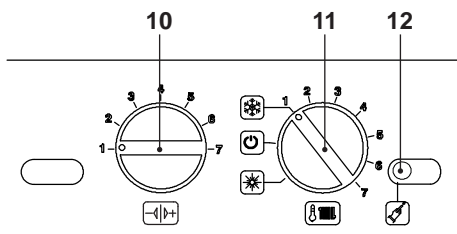
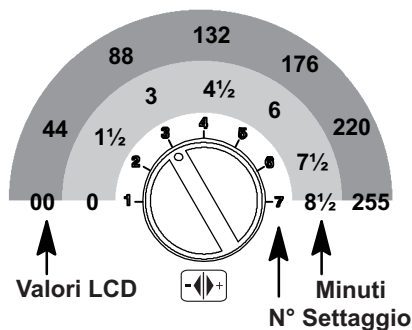

Figura 5.92
Figura 5.96
- Posizionare le manopole 10 e 11 come indicato in Figura 5.92.
- Per settare il tempo di frequenza di riaccensione bisogna entrare in programmazione premendo per 15 secondi il pulsante di ripristino 12, in Figura 5.92 fino alla comparsa del parametro **P01** sul display LCD; sul display LCD compare la seguente visualizzazione (la sequenza **P01** si alterna -- -- --).
- Premere il pulsante di ripristino 12 in Figura 5.92 per lo scorrimento dei vari parametri sino al raggiungimento del parametro **P10** valido per il settaggio della frequenza di riaccensione; sul display LCD compare la seguente visualizzazione (la sequenza **P10** si alterna a **88**).
- Per cambiare il settaggio ruotare la manopola regolazione temperatura sanitari 10 in Figura 5.92 e posizionarla sul tempo prescelto Figura 5.96 (nella figura esempio manopola settata per frequenza di riaccensione di tre minuti).
Il passo del settaggio della manopola 10 Figura 5.96 corrisponde a un valore letto sul display LCD di circa **44** (90 secondi) e que-